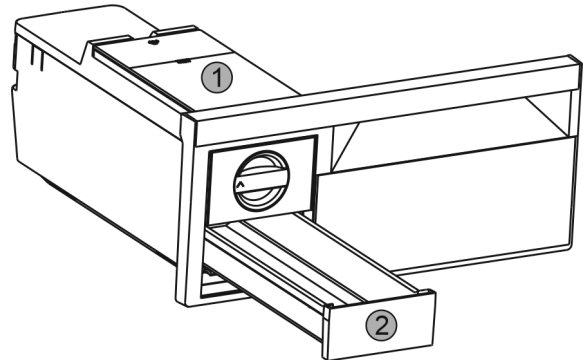

Fig. 58
- ▶ Watertank Fig. 58 (1) en ijsblokjeslade Fig. 58 (2) verwijderen.